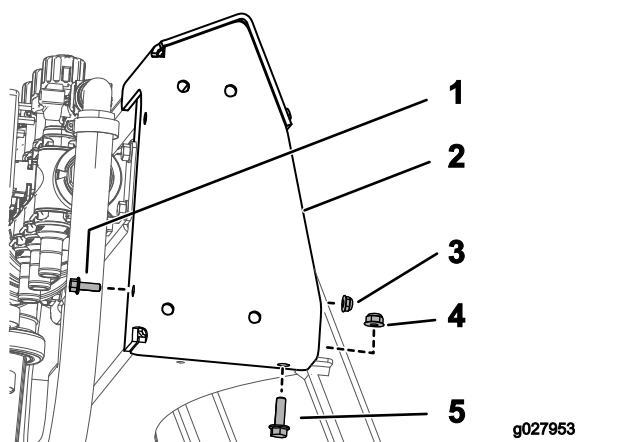

Figura 9
- Monte o suporte superior utilizando 1 parafuso (¼-20 x ¾ pol.), 1 porca (¼-20 pol.), 1 parafuso com cabeça de base recartilhada (5/16-18 x 1 pol.) e 1 porca flangeada (5/16-18 pol.) como se mostra na Figura 9.